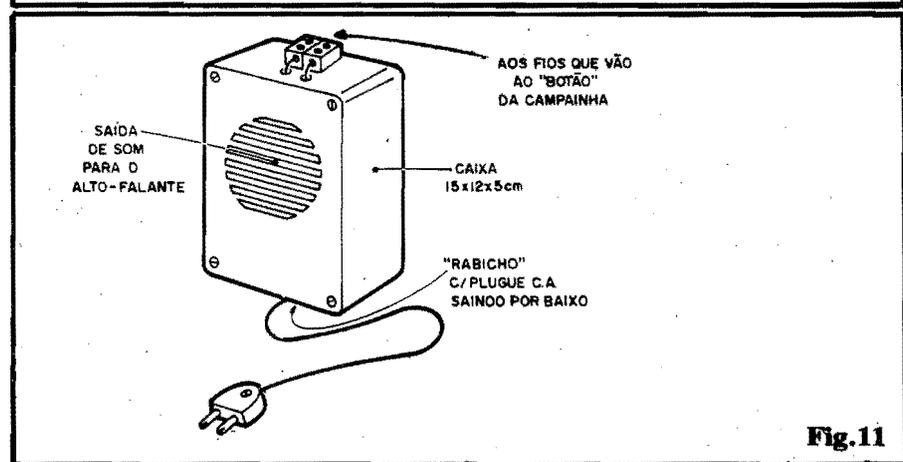

Fig. 11
- FIG. 11 - A CAIXA - Embora existam muitas possibilidades (ao